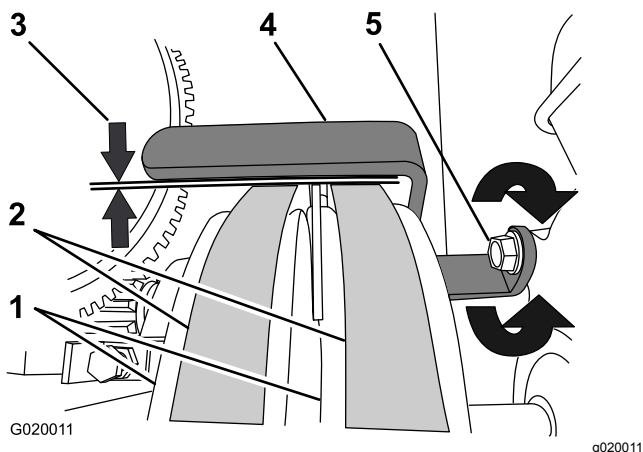

Figura 67
6. Compruebe que la holgura entre la guía de las correas y las correas es de 2.5 mm a 4.0 mm (3/32" a 5/32"); consulte Figura 67.
- A. Afloje el perno que sujeta la guía de las correas al motor (Figura 67).
de 2.5 a 4 mm (3/32" a 5/32") entre la guía y cada correa (Figura 67).
- C. Apriete el perno que sujeta la guía de las correas al motor (Figura 67).